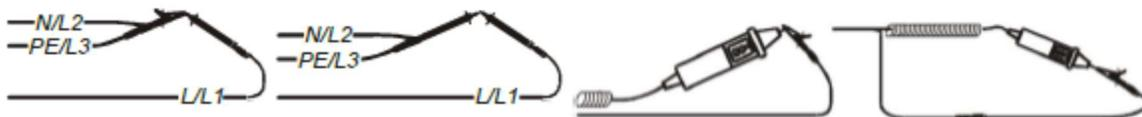

Figure 5-5: Court-circuitage des cordons de test
1. Court-circuitez les câbles de test comme décrit dans la figure 5.5.